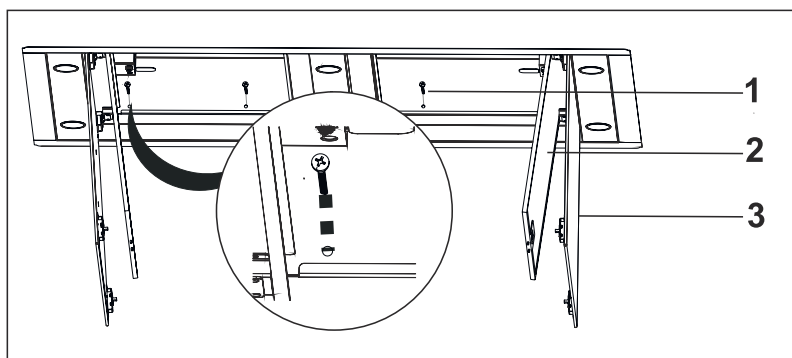

Fig. 9
5. ➡ Efter att fläkten har lyfts upp och är helt i nivå med taket ska den slutligen skruvas fast i spärren/läkten med 5,5X60 skruvar (Fig. 9).